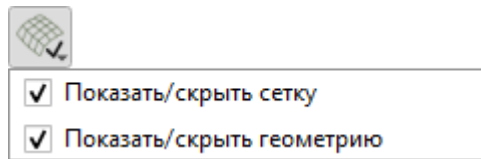

Рис. 249
– скрыть/показать расчетную сетку объекта и/или его геометрию (границы и раскраска материала). Выводит список для выбора команд видимости (рис. 249). Сетка на проводах не выводится.